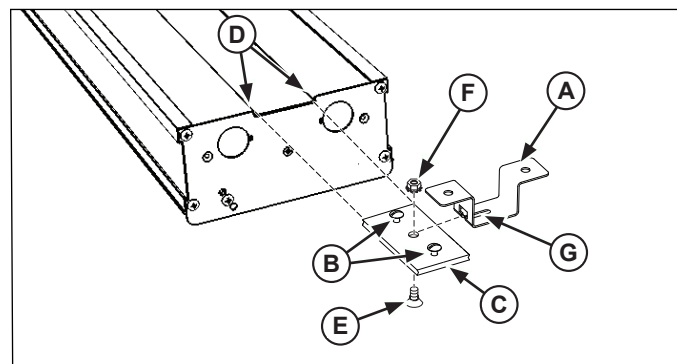

Figure 3. Installation des supports de fixation centraux.
3. Montez le support de suspension (A) avec la découpe en T, aux endroits identifiés à l'étape 1. Figure 3.